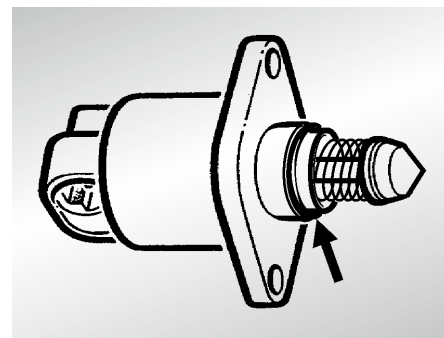

Abb. 1: Schrittmotor mit O-Ring (Pfeil)
Für o.g. Fahrzeuge wurde das Produktprogramm um die Schrittmotoren, Abb. 1, ergänzt. Bitte berücksichtigen Sie, dass in der Praxis verschiedene Bezeichnungen für Schrittmotoren üblich sind, z.B.: Leerlaufregler, Leerlauf-Füllungs-Regler, Leerlaufregelventil, Ventil für Leerlaufstabilisierung, Stepermotor, u.s.w..
gemäß Abb. 1, einschließlich O-Ring (Pfeil).
- Auf korrekten Sitz des O-Ringes (Pfeil), Abb. 1 achten.